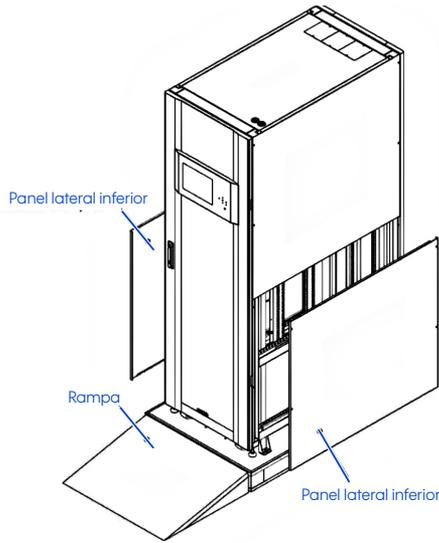

Figura 3-7 Desempaquete del UPS-IND 1300 MRI
4. Retire las 4 placas de fijación y desenrosque las patas niveladoras girándolas hacia la izquierda. A continuación, retire el gabinete de la tarima. Consulte la figura 3-7.